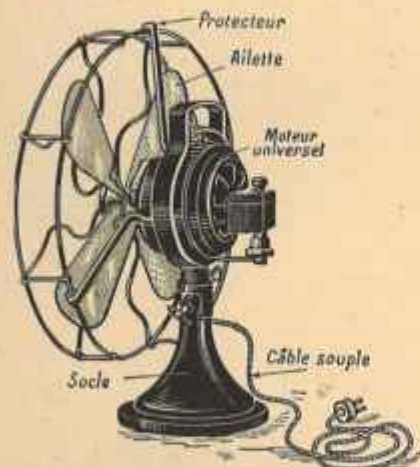

FIG. 125. — Ventilateur électrique.
1o Un *ventilateur*, c'est tout simplement un moteur universel (2), qui entraîne trois ou quatre ailettes (fig. 125); il en résulte un énergique brassage de l'air, d'où une sensation très sensible de fraîcheur, d'où aussi un appréciable renouvellement de l'air
(1) Il convient tout d'abord de voir si une lampe à incandescence, mise à la place du moteur, s'allume : ceci pour éliminer les dérangements provenant de la canalisation (§ 37).
(2) Bien protégé contre la poussière.